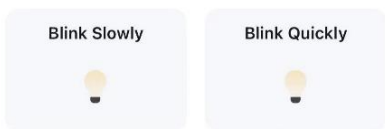
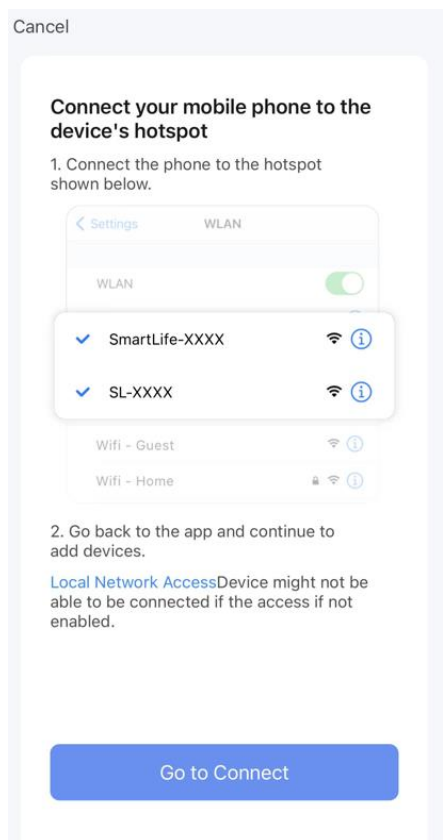

Abb. 2
Abb. 3
- 2) Tippen Sie in Abb. 1 auf „Weiter“. Abb. 2 wird angezeigt. Stellen Sie nun das Verhalten der Kontrollleuchte fest. Tippen Sie auf „Blink Quickly“ (schnelles Blinken).
- 2) Tippen Sie in Abb. 1 auf „Next“ (Weiter). Abb. 2 wird angezeigt. Stellen Sie nun das Verhalten der Kontrollleuchte fest. Tippen Sie auf „Blink Slowly“ (langsames Blinken). Tippen Sie in Abb. 3 weiter auf „Go to Connect“, um Ihr Mobiltelefon mit dem Hotspot des Geräts „SmartLife-XXXX“ zu verbinden. Rufen Sie die App wieder auf, wenn der Hotspot verbunden ist.